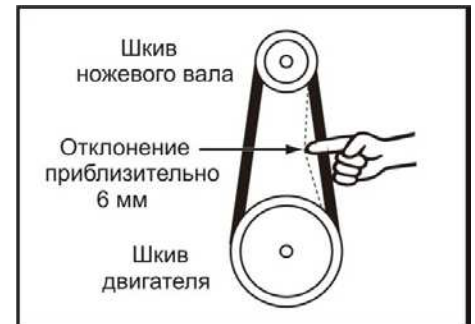

Рис. 5
5. Клиновой ремень натянут правильно, если при нажатии пальцем на ремень на середине расстояния между двумя шкивами ремень отклоняется на 6 мм (Рис. 5). Если ремень сильно ослаблен, ослабьте четыре болта крепления двигателя, надавите на опорную плиту, чтобы натянуть клиновой ремень, и затяните крепежные болты.